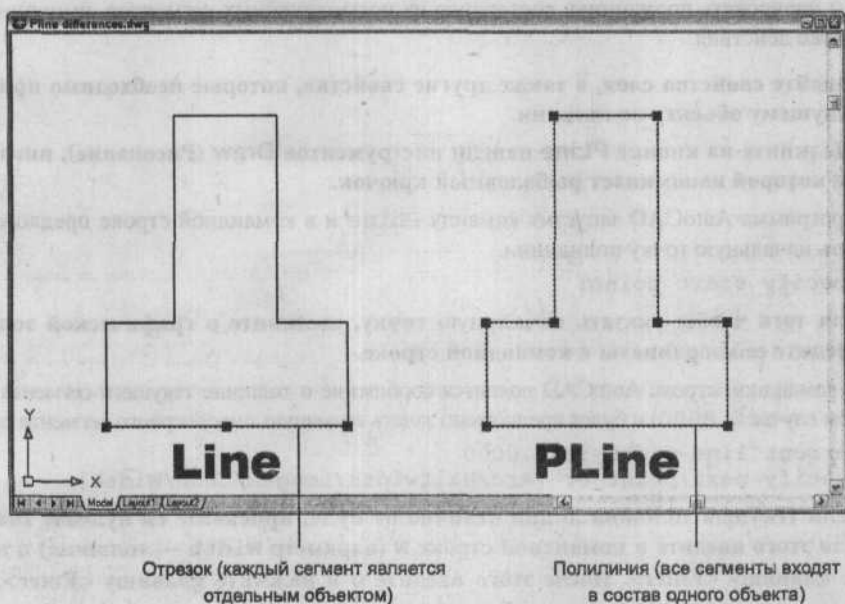

Рис. 6.2. Результаты выполнения команд *Line* и *PLine*
- ✓ Команда **Line** предназначена для черчения последовательности отдельных прямолинейных сегментов (отрезков). На экране отрезки кажутся связанными, тем не менее каждый из них представляет собой самостоятельный объект. При перемещении любого из них все остальные отрезки, нарисованные с помощью команды **Line**, не сдвинутся с места. Что же касается команды **PLine**, то с ее помощью рисуют единый объект, который состоит из нескольких, не обязательно прямолинейных сегментов. При выделении любого сегмента для редактирования внесенные изменения будут применены ко всей полилинии. На рис. 6.2 показано, что произойдет, если вы попытаетесь выделить сегмент ломаной линии, начерченной с помощью команд **Line** и **PLine**.
Построив полилинию, вы можете выровнять ее сегменты посредством редактирования положения вершин (базовых точек) с помощью ручек. *Ручка (grip)* — это небольшой видимый маркер квадратной формы (см. рис. 6.2). Подробные сведения о редактировании с помощью ручек